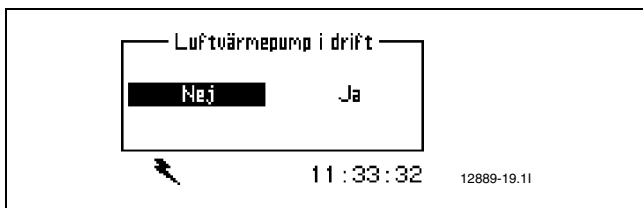

Bild 16
- ▶ Starta värmepumpen, kvittera bort luftvärmepump (→ bild 16) under meny Uppstart på installatörsnivå.